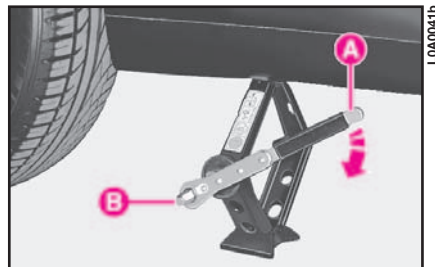

fig. 14
15) Inserire la chiave a cricchetto **A** (fig. 14) con la bussola **B** sul perno del cric.